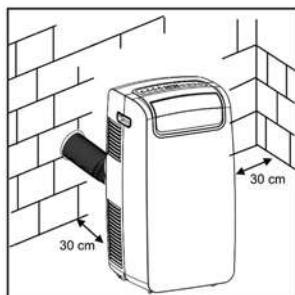

Abb. 6
Bei Bedarf kann das Gerät auch halbpermanent installiert werden (Abb. 6) Fahren Sie wie folgt fort:
- Setzen Sie das im Lieferumfang enthaltene Wandflanschzubehör (16) ein.
- Setzen Sie ein weiteres Schlauchende in die zuvor befestigte Vorrichtung ein, wie in (Abb.6) dargestellt
- Wenn der Schlauch nicht benutzt wird, setzen Sie die Kappe (16) auf den Abluftanschluss, um das Loch in der Wand zu bedecken.